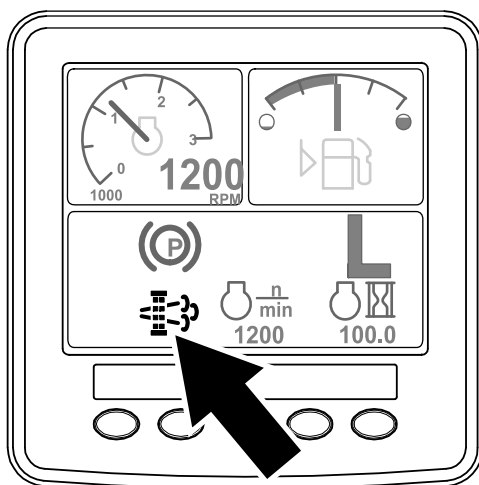

Figura 45
- L'icona della rigenerazione da fermi viene visualizzata sull'InfoCenter (Figura 45).